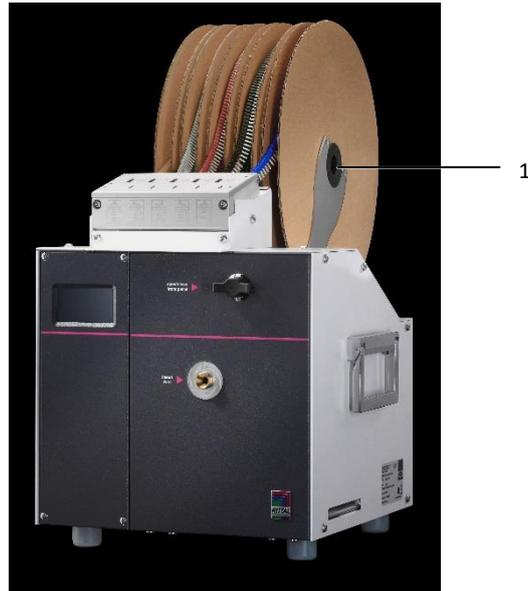

Fig. 8: position de la bobine d'embouts
- Placer les bobines d'embouts (fig. 8, pos. 1) de telle manière que le débobinage s'effectue depuis le bas vers l'avant.